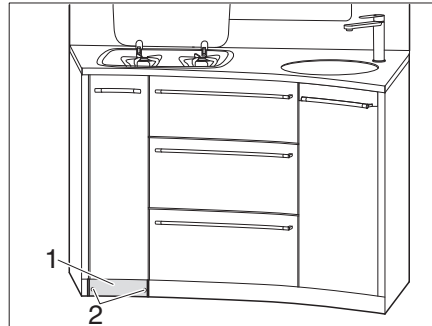

Fig. 123 Svitare lo zoccolo
- Svitare le 2 viti (Fig. 123,2) dello zoccolo (Fig. 123,1).
- Togliere lo zoccolo (Fig. 123,1).